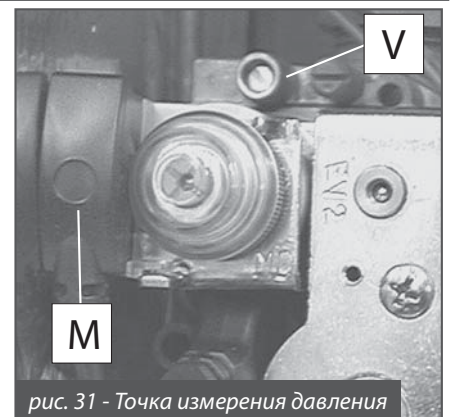

рис. 31 - Точка измерения давления
- установить манометр в ниппель контроля давления **В** (рис. 31);
- отсоединить электроконтакт бобины модулятора **М** (на рис. 31);